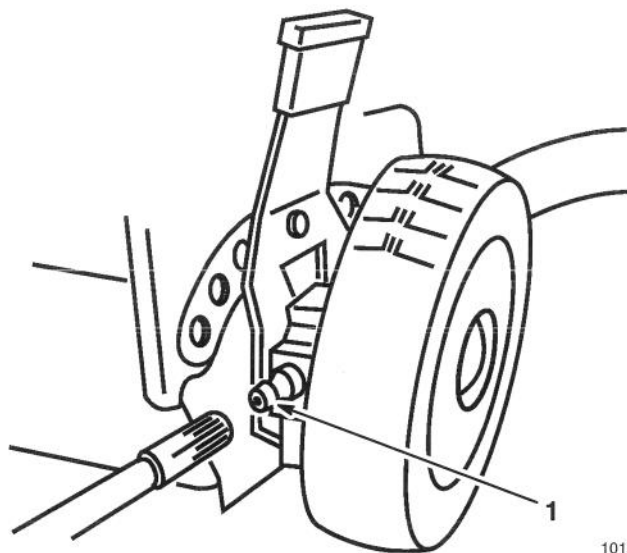

Figure 29
1. Essuyer les graisseurs des réglages de hauteur de coupe arrière (Fig. 29) avec un chiffon propre.